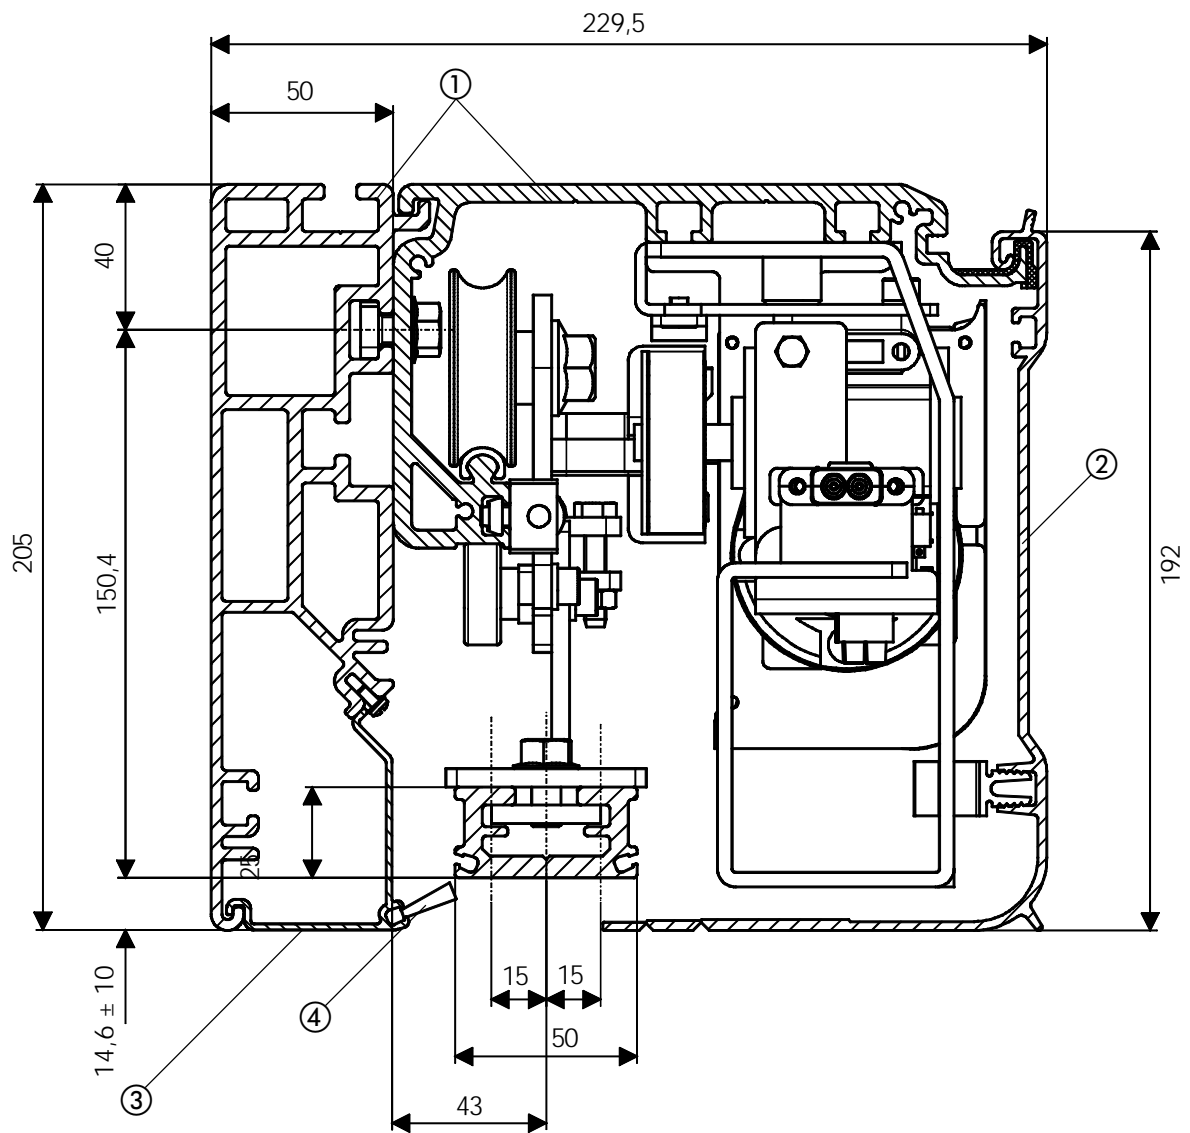

Fig. 3
### Perfil SMA (fig. 3 ref. ①)
#### Perfil de cierre para autoportante (fig. 3 ref. ③)